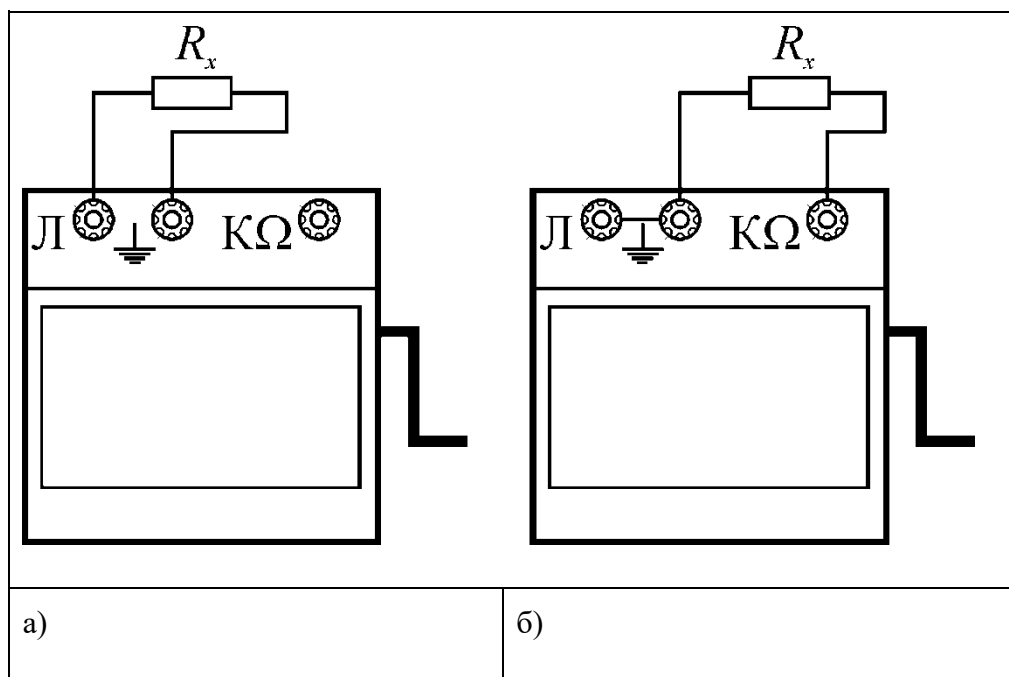

Рис.3 Схема подключения мегомметра
При измерении сопротивления изоляции на пределе «МΩ» измеряемое сопротивление подключается к зажимам «Л» (линия) и «Л» (земля)(рис.3а).
При измерении на пределе «кΩ» необходимо переключку, имеющуюся на одном из соединительных проводов подсоединить к зажимам «Л» — «⊥», а измеряемое сопротивление - между зажимами «⊥» — «кΩ» (рис. 3б).
2. Вставляем щупы (рис. 3б), прокрутить ручку несколько раз и убедиться, что стрелка стремится к показу бесконечного сопротивления;
2. Схема (рис. 3 а; 4 а, б), таблица измерений.